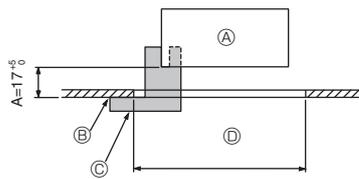
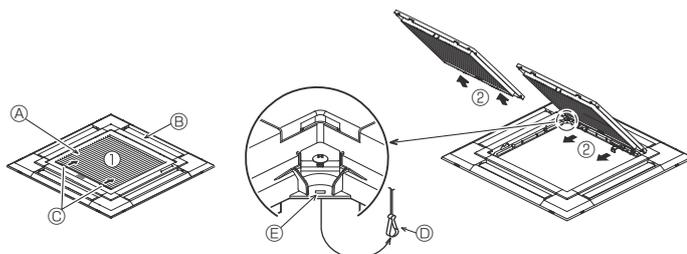
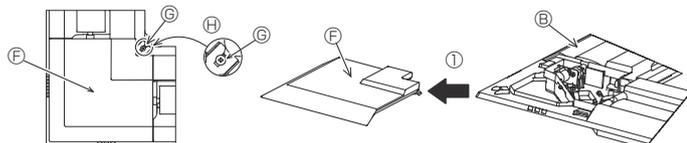

Fig. 9-2
Fig. 9-3
Fig. 9-4
①	Решетка	1	950 × 950 (мм)
②	Монтажный калибр	1	(Поделен на 4 части)
③	Винт (4 × 16)	1	для PLP-6EAE, PLP-6EALME, PLP-6EALME
④	Угловая панель i-see sensor	1	для PLP-6EAE, PLP-6EALME, PLP-6EALME
⑤	Беспроводной пульт дистанционного управления	1	для PLP-6EALM, PLP-6EALME
⑥	Держатель пульта дистанционного управления	1	Входит в комплект при наличии беспроводного пульта дистанционного управления.
⑦	Батареи LR6 AA	2	Входит в комплект при наличии беспроводного пульта дистанционного управления.
⑧	Шурупы-саморезы 3,5 × 16	2	Входит в комплект при наличии беспроводного пульта дистанционного управления.
9.2. Подготовка к установке вентиляционной решетки (Fig. 9-2)
• С помощью поставляемого в данном комплекте калибра ② отрегулируйте и проверьте размещение главного прибора относительно поверхности потолка. Если положение главного прибора относительно поверхности потолка неправильное, то результатом могут явиться утечки воздуха или образование конденсата.
- Ⓒ Монтажный калибр ② (вставлен в главный прибор)
9.2.1. Удаление воздухозаборной решетки (Fig. 9-3)
• Сдвиньте рычаги в направлении, обозначенном стрелкой ①, чтобы открыть воздухозаборную решетку.
• Пока воздухозаборная решетка находится в "открытом" положении, удалите стержень воздухозаборной решетки с вентиляционной решетки в направлении стрелки ②.
9.2.2. Удаление угловой панели (Fig. 9-4)
• Ослабьте 4 винта на углу. Сдвиньте угловую панель в направлении стрелки ①, показанной на рисунке, и снимите ее.
[Fig.9-3] [Fig.9-4]